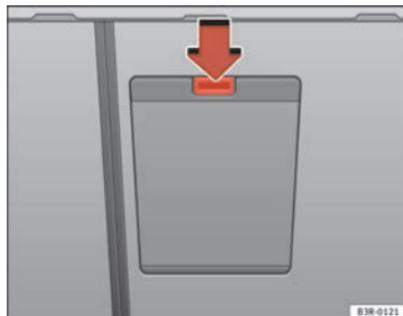

Fig. 117 Detalle del asiento trasero desde atrás: Tapa del saco para objetos alargados
- Oprima la tecla de desbloqueo de la tapa del saco para objetos alargados ⇒ fig. 117 -flecha- y gírela hacia abajo.